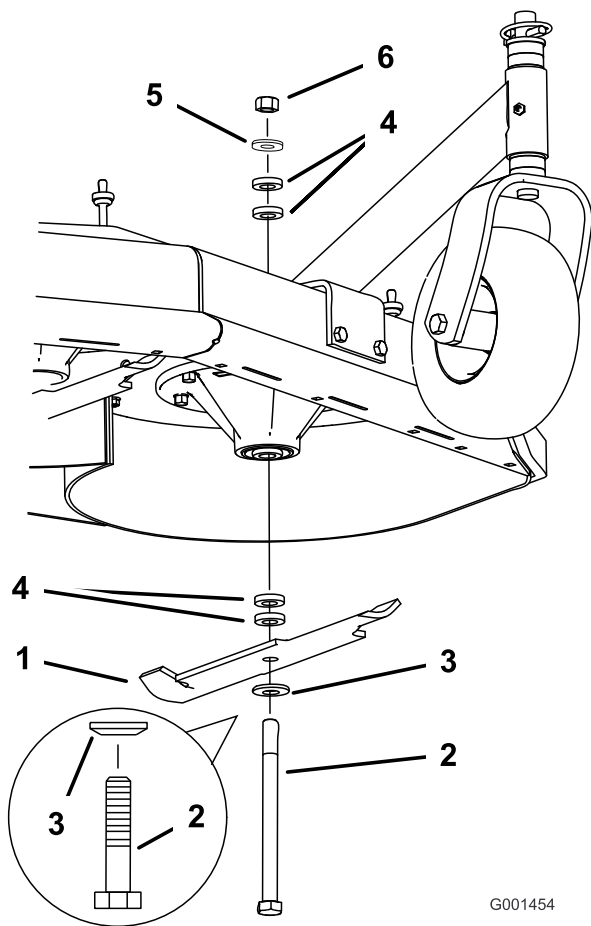

Figura 15
3. Segure o parafuso da lâmina e retire a porca. Faça deslizar o parafuso para baixo através do eixo e mude os espaçadores conforme necessário (Figura 15).
- Coloque o parafuso, a anilha curva, a lâmina e espaçadores extra e prenda-os com uma anilha fina e uma porca (Figura 15).